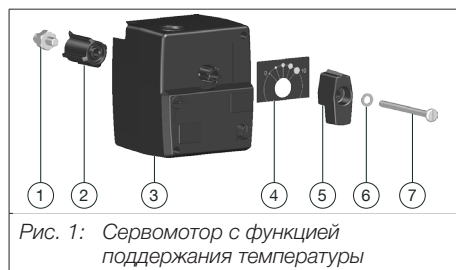
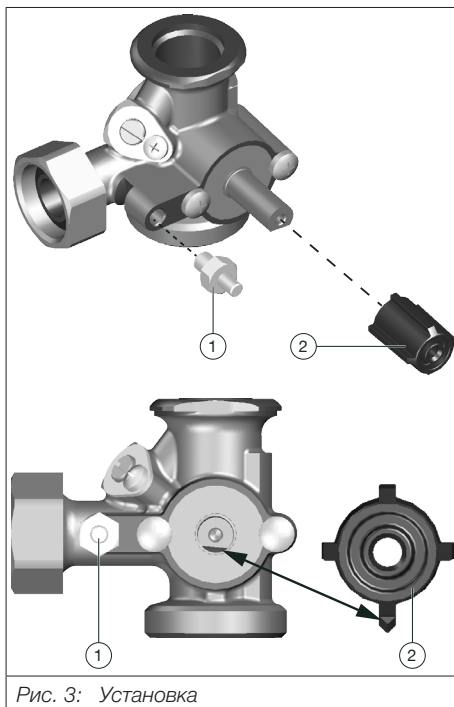

Рис. 1: Сервомотор с функцией поддержания температуры
Рис. 3: Установка
1. Проверьте положение вентильной вставки смесителя. Ее плоская сторона должна указывать вниз и быть выровнена по горизонтали (см. рис.Рис. 3 на стр. 45). В этом положении вставка перекрывает подающую линию.
2. Прилагаемый к сервомотору адаптер (поз. 2, рис.Рис. 1 на стр. 43) надеть на вентильную вставку смесителя. Убедитесь, что заострение ребра адаптера направлено вниз (см. рисРис. 3 на стр. 45).
3. Стопор вращения (поз. 1, рисРис. 1 на стр. 43) закрутить на корпусе смесителя (см. рисРис. 3 на стр. 45).
4. Надеть сервомотор (поз. 3, рисРис. 1 на стр. 43) на адаптер (см. рисРис. 4 на стр. 46).
5. Смонтировать указатель направления вращения, поворотную рукоятку, стопорную шайбу и винт (поз. 4, 5, 6 и 7 рисРис. 1 на стр. 43) (см. рисРис. 5 на стр. 46).